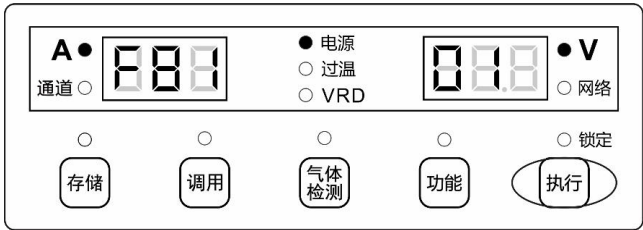

图 3-17 F81 菜单
3. 选择卡号存储编号：内部菜单界面调节面板旋钮选择内部菜单 F81，按下执行键，右侧数码管闪烁后，调节面板旋钮选择卡片编号，没有存储卡号的卡片编号显示 NXX，其中 XX 表示 01-50。已存储卡号的数组显示 YXX，其中 XX 表示 01-50。如图 3-17 所示；